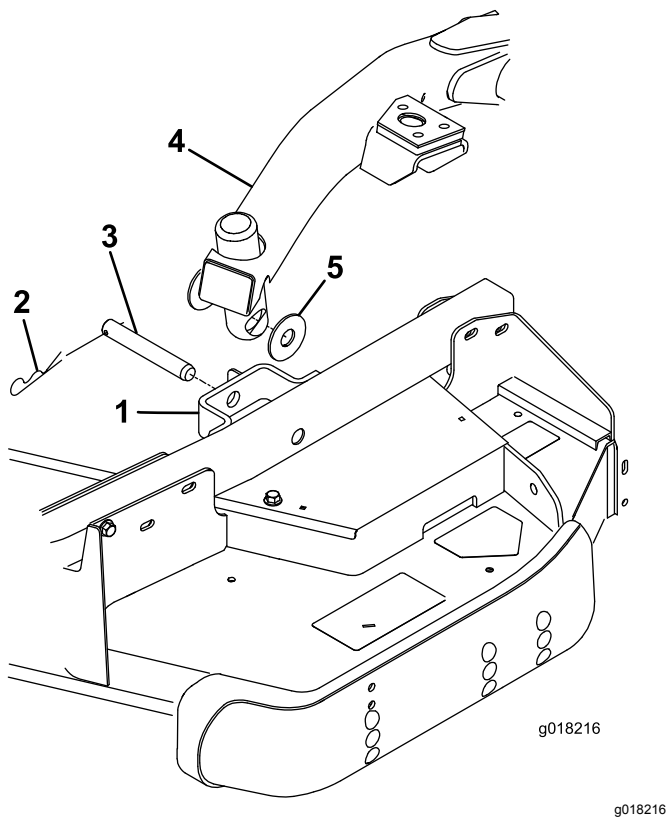

Figura 27
- Presione el interruptor de elevación hacia adelante, a la posición de FLOTACIÓN. Empuje hacia abajo uno de los brazos de elevación hasta que los taladros del brazo de elevación estén alineados con los taladros del soporte del brazo de la rueda giratoria y pueda insertar la varilla de ajuste de altura de corte en los alojamientos del brazo de elevación (Figura 27).
- Fije el brazo de elevación al brazo de la rueda giratoria con las 2 arandela de empuje, un pasador de horquilla y una chaveta, coloque las arandelas de empuje entre el brazo de elevación y el soporte del brazo de la rueda giratoria (Figura 27) e introduzca el extremo del pasador de horquilla en la ranura de la pestaña del brazo de la rueda giratoria para retener el pasador.